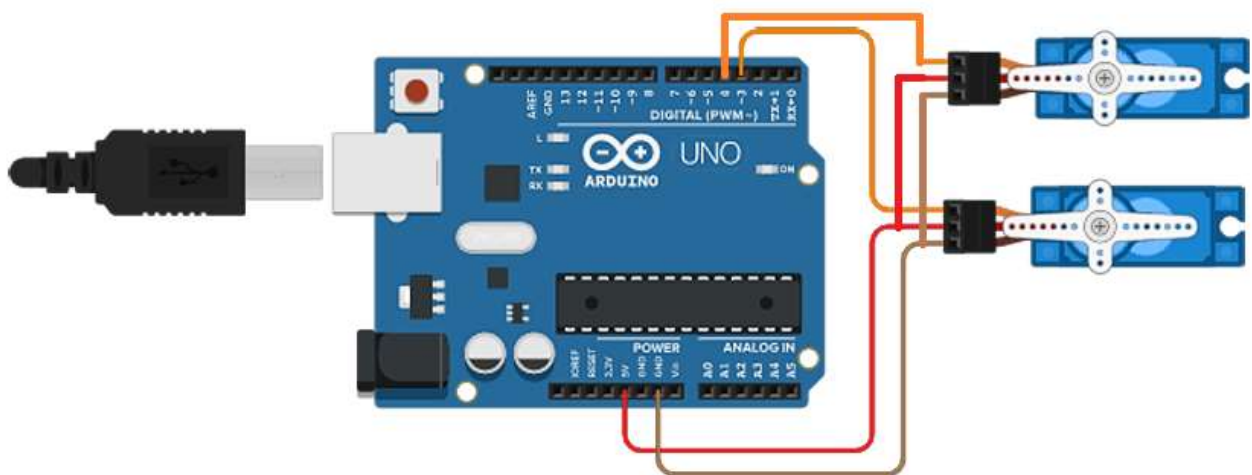

Рис.3.8 – Схема підключення сервоприводів до плати керування.
1. Вибрати необхідні елементи та з'єднати їх згідно схеми підключення (рис.3.8)